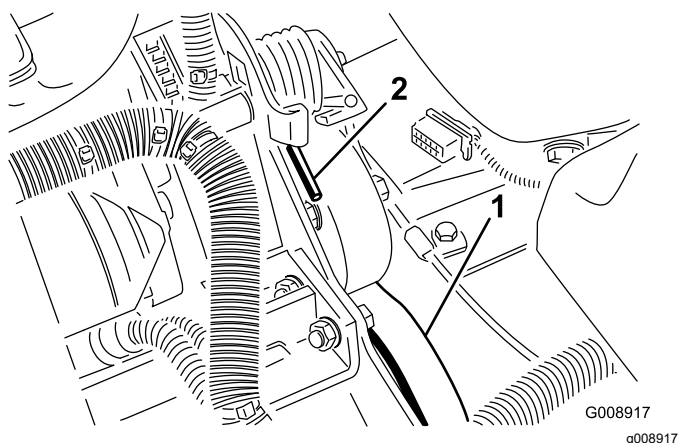

Рисунок 76
2. Нажмите вниз и вперед на конец пружины (Рисунок 76), чтобы вывести ее из зацепления с кронштейном и снять натяжение пружины.